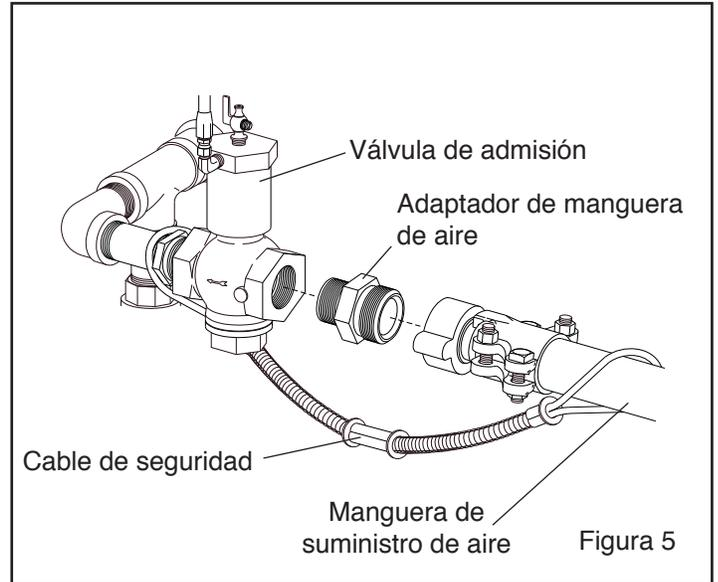

Figura 5
2.5.1 Aplique un sellador a la rosca de la tubería macho de un conector de aire que sea compatible con el conector de la manguera de suministro de aire, como se indica en la Sección 2.5.2, e instálelo en la válvula de entrada o al filtro de aire opcional ubicado a la entrada de la máquina de chorreado, como se muestra en la Figura 5. El método de conexión mostrado en la Figura 5 es solamente para ser usado como referencia.